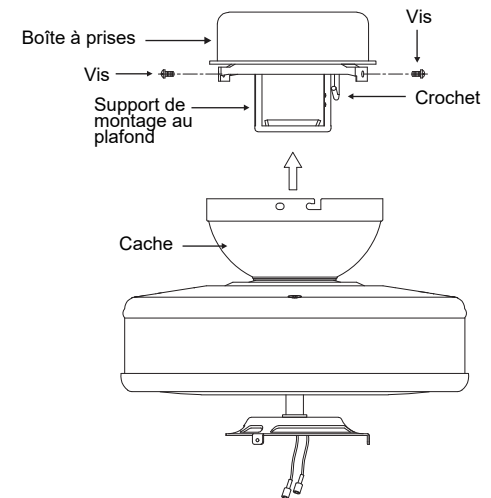

Fig. 16
Étape 3. S'assurer que les quatre vis de fixation sont bien serrées. (Fig. 16)